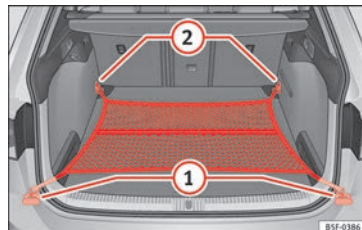

Fig. 181 En el maletero: bolsa de red enganchada a ras del piso (modelo LEON ST).
- Dado el caso, levante las argollas de amarre delanteras » **fig. 181** ②.
- Fije los ganchos de la red en las argollas de amarre ② » **fig. 181** ②. La cremallera de la bolsa tiene que quedar hacia arriba.
- Fije los ganchos de la red en las argollas de amarre ①.